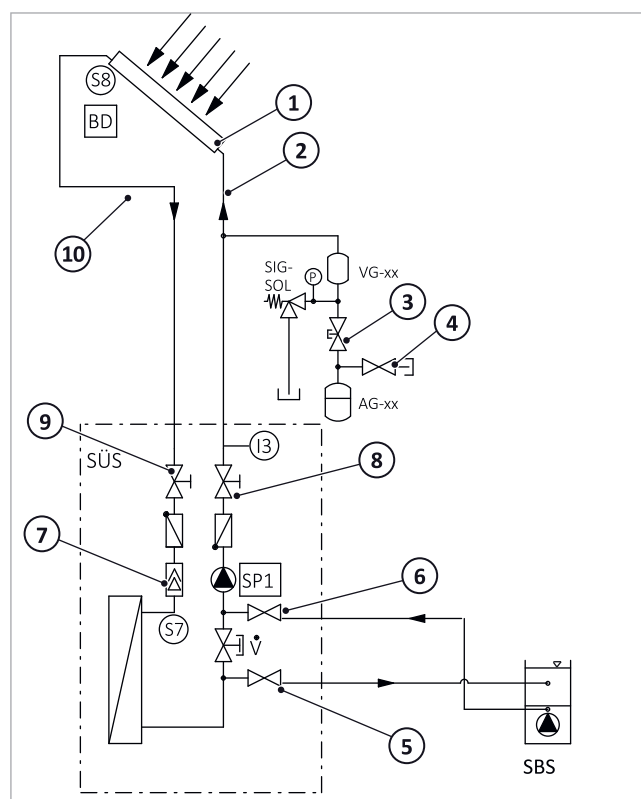

Fig. 129: Stazione di trasmissione del calore solare: spurgo della linea della pompa
- Dopo il nuovo riempimento del circuito solare, durante l'esercizio avranno luogo dei degassamenti i quali si accumulano nell'intercettazione aria della stazione → *fig. 129, S. 59 (7)*. Questi degassamenti si riducono man mano che aumenta la durata di esercizio. Nei primi giorni dopo la messa in funzione, quindi giornalmente, sfiatare l'intercettazione aria e, infine, a seconda della separazione della quantità d'aria ad intervalli più lunghi e controllare la pressione dell'impianto.